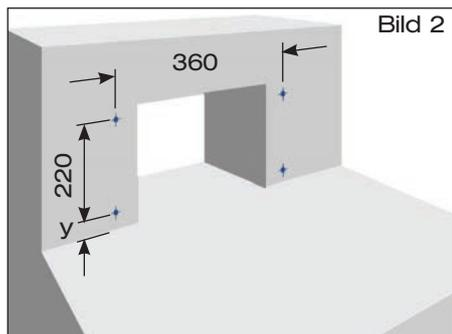

Bild 2
- 1.2 Bohrungen  $\varnothing$  10 mm für Schiebeflansch erstellen (Bild 2).